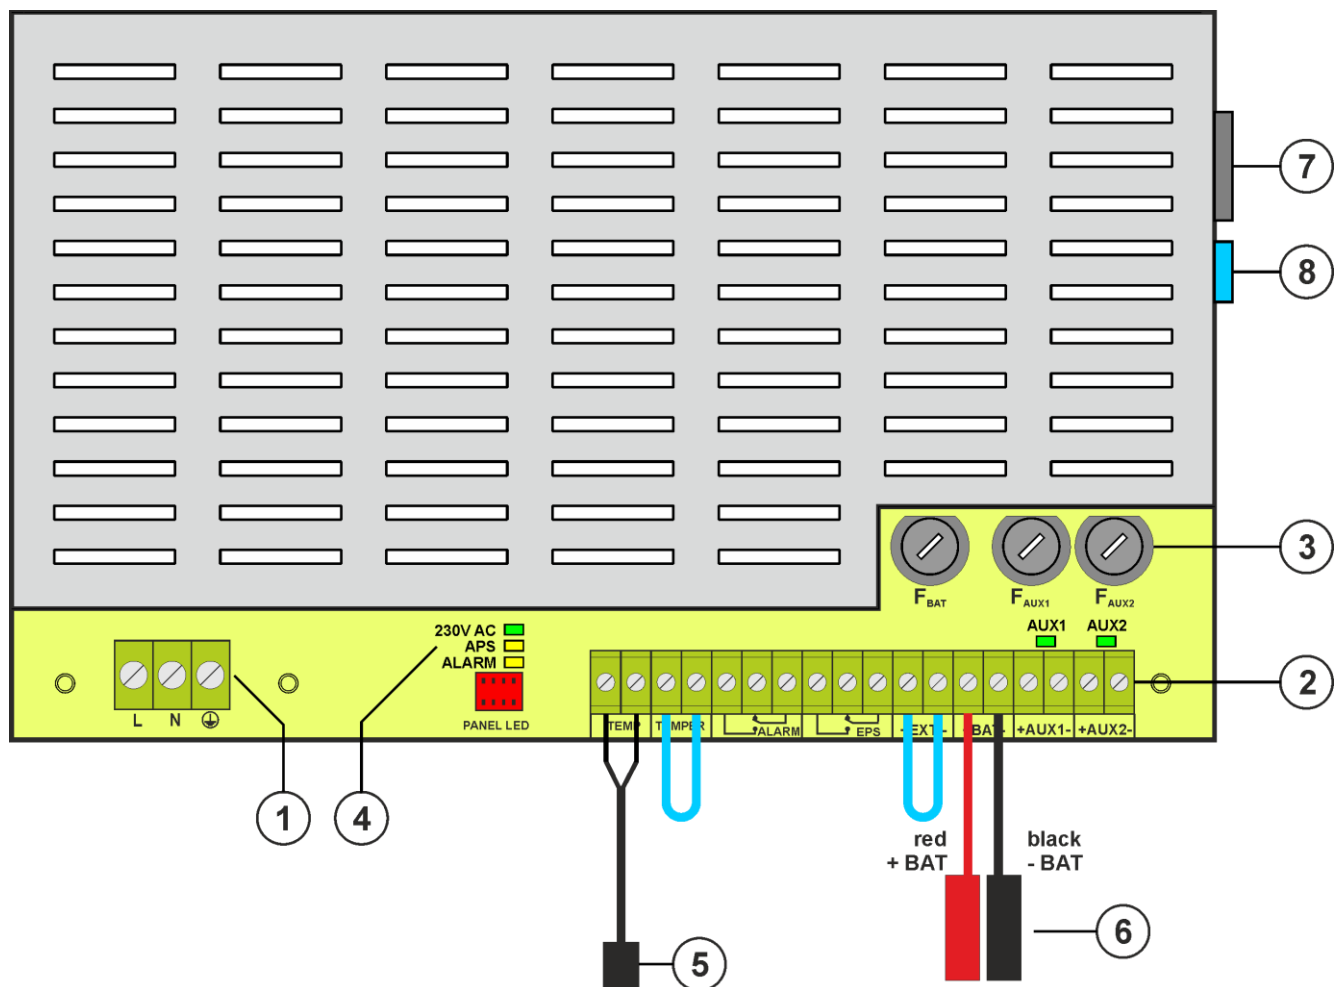

Abb. 2. Ansicht des Moduls des Netzteils auf dem Sockel EN54C-2A7LCD.
Tabelle 1. Elemente des Netzteils (Abb. 2).
①	Netzteil (Tab. 1, Abb. 2)
②	Messfühler der Akkutemperatur
③	Batterie-Konnektoren: Plus: +BAT = rot, Minus: - BAT = schwarz
④	Platz für Anschluss des Sicherungsmoduls EN54C-LB4 oder EN54C-LB8
⑤	Platz für die Montage zusätzlicher Module
⑥	TAMPER; Mikroschalter für Anti-Sabotage-Schutz (Konnektoren) (NC)
⑦	Platz fürs Akku
⑧	Ausbohrung zur Montage der Kabelverschraubung
⑨	Ausbohrung zur Durchführung der UP Leitungen
⑩	Schloss